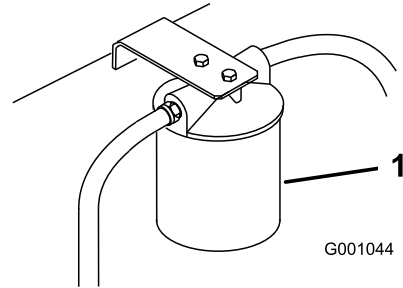

Figure 51
3. Placez un bac de vidange sous le filtre, retirez le filtre usagé et essuyez la surface du joint de l'adaptateur (Figure 51).